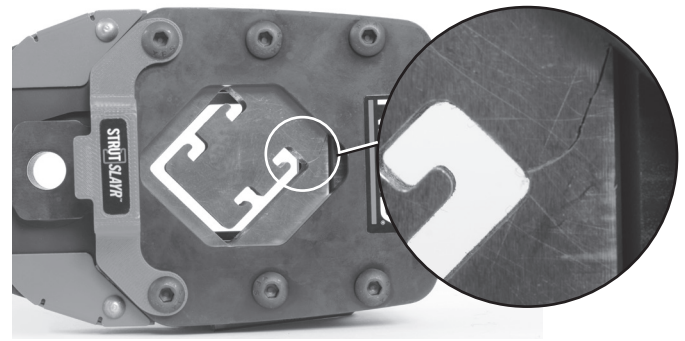

Figura 2A – Esempio di fessurazione dello stampo
- Scheggiatura o fessurazione degli stampi (Vedere figura 2A).